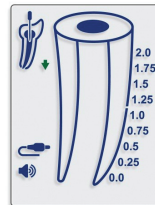
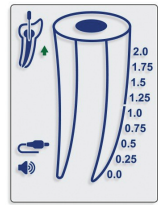

Fig. 5
Fig. 6
- 5.4.11. Die Bewegung der Feile im Kanal wird durch die Pfeile nach UNTEN (Abb. 5) und nach OBEN (Abb. 6) angegeben.